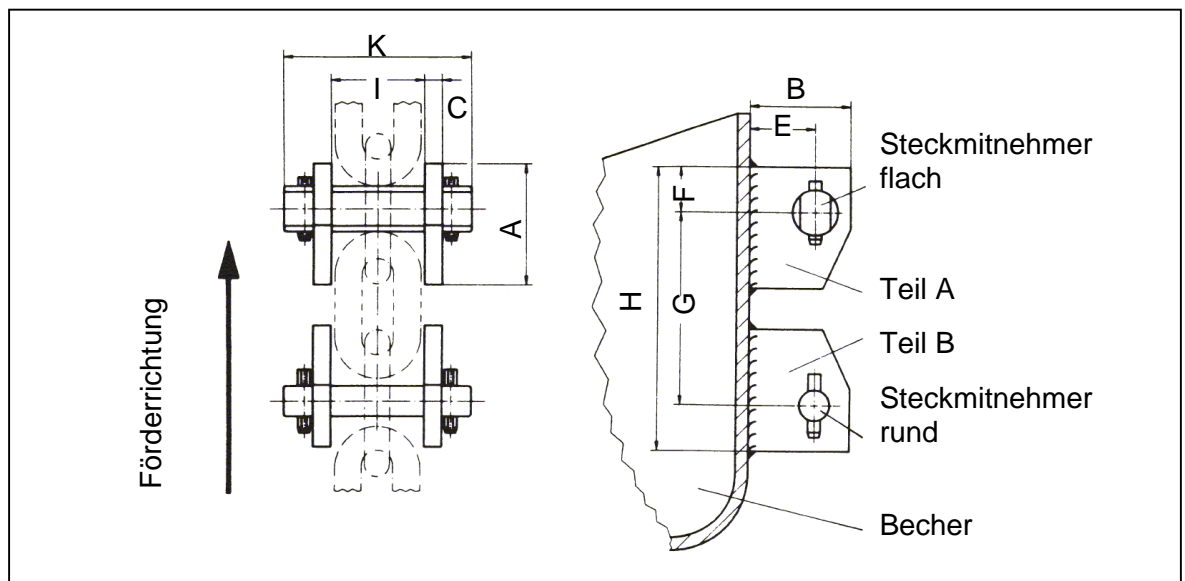

Bild 2
4. Steckmitnehmer - flach – und – rund - mit Spannhülsen sichern (Bild 2).